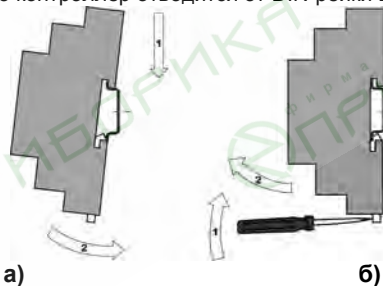

Рисунок 8.1 – Монтаж контроллера с креплением на DIN-рейку
2. В проушину защелки вставить острое острие отвертки (см. рисунок 8.1 б), и отжать защелку по стрелке 1, после чего контроллер отводится от DIN-рейки в направлении стрелки 2.